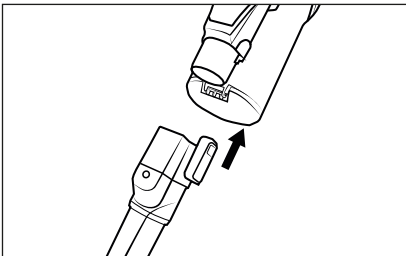

Fig. 14
- ◆ Infilare gli accessori sul tubo di aspirazione **23** oppure sull'apertura di aspirazione dell'apparecchio fino a quando non si innestano in posizione con un clic (vedere fig. 14). Assicurarsi che siano posizionati e fissati correttamente.